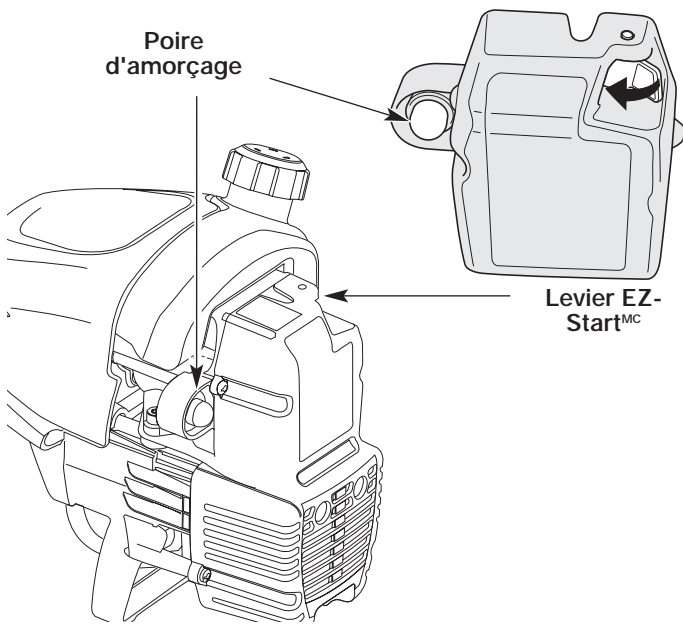

Fig. 7
3. Enfoncez complètement la poire d'amorçage et relâchez-la lentement 10 fois de suite. Vous devriez voir du carburant dans la poire (Fig. 7). Si vous ne voyez rien, appuyez jusqu'à ce que le carburant apparaisse.
4. Poussez le levier EZ-Start^{MC} vers la gauche jusqu'à ce qu'il émette un déclic et se verrouille (Fig. 7).
6. Appuyez sur la manette des gaz pendant 5 à 10 secondes pour réchauffer le moteur. Le levier EZ-Start^{MC} devrait se dégager automatiquement (Fig. 7).